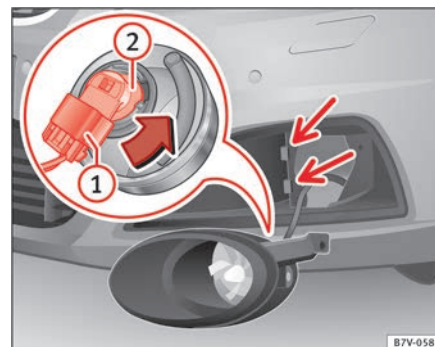

Fig. 208 Substituição das lâmpadas dos faróis.
4. Inclinar o farol ligeiramente para a frente e retirá-lo dos seus alojamentos laterais ⇒ Fig. 208 (setas pequenas).
5. Desbloquear o conector ⇒ Fig. 208 ① e retirá-lo.
6. Girar o porta-lâmpadas ⇒ Fig. 208 ② para a esquerda até ao limite, no sentido da seta, e extrair juntamente com a lâmpada deslocando-o para trás.
9. Encaixar o conector ⇒ Fig. 208 ① no porta-lâmpadas ⇒ Fig. 208 ②. O conector deve encaixar de forma audível.
10. Colocar o farol nos alojamentos ⇒ Fig. 208 (setas pequenas) e incliná-lo para trás.